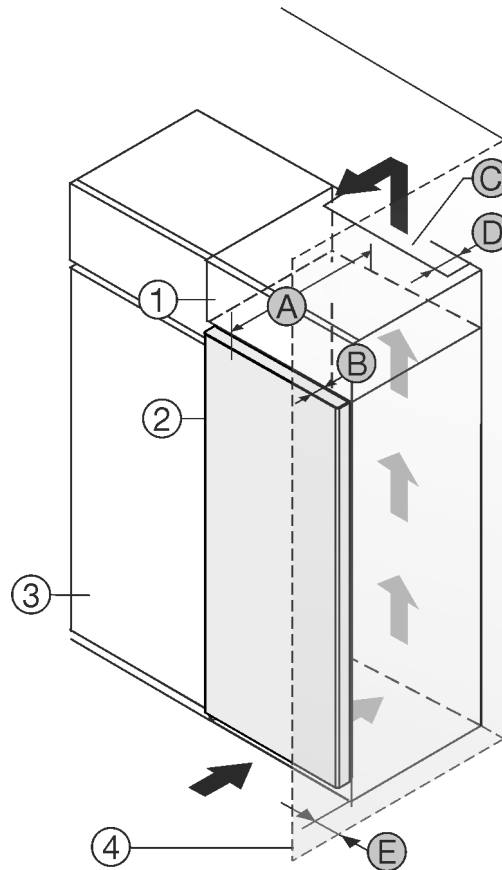

Fig. 1
- (1) Viseći ormar \*
- (2) Uređaj \*
- (3) Kuhinjski ormar \*
- (4) Zid \*
- (A) Dubina uređaja \*
- (B) Dubina vrata \*
- (C) Ventilacijski presjek \*
- (D) Udaljenost od stražnje strane uređaja \*
- (E) Udaljenost od bočne strane uređaja \*
Uređaj možete postaviti neposredno pored kuhinjskog ormara Fig. 1 (3)\*.
Na stražnjoj strani visećeg ormara treba postojati otvor za odzračivanje dubine Fig. 1 (D) po cijeloj širini visećeg ormara.\*
Ispod stropa prostorije treba poštovati ventilacijski presjek Fig. 1 (C)\*.
Kada se uređaj postavlja s okovima pored zida Fig. 1 (4), razmak između uređaja i zida mora iznositi najmanje 13 mm.\*
Kada se uređaj postavlja s okovima pored zida Fig. 1 (4), razmak između uređaja i zida mora iznositi najmanje 20 mm.\*
Kako biste vrata mogli potpuno otvoriti, uređaj mora biti za dubinu vrata Fig. 1 (B) ispred u odnosu na prednjicu kuhinjskog ormara. Ovisno o dubini kuhinjskih elemenata Fig. 1 (3) i uporabi zidnih odstojnika, uređaj može i dalje stršati.\*